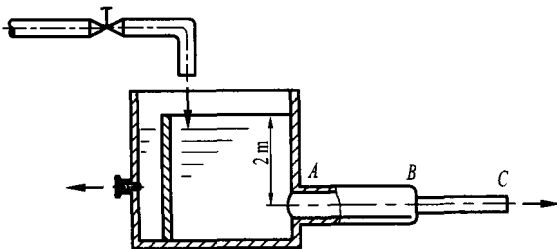

图 1-3
4. 如图 1-3 所示，水从贮水箱经异径管流至大气中。已知水箱内液面恒定，且与管中心线的距离 $h = 2\text{m}$ ，若管段 AB 和 BC 均较短，直径较大，则忽略管路摩擦阻力损失，当管段 AB 的直径是管段 BC 直径的两倍时，求水分别在两管段中的流速。